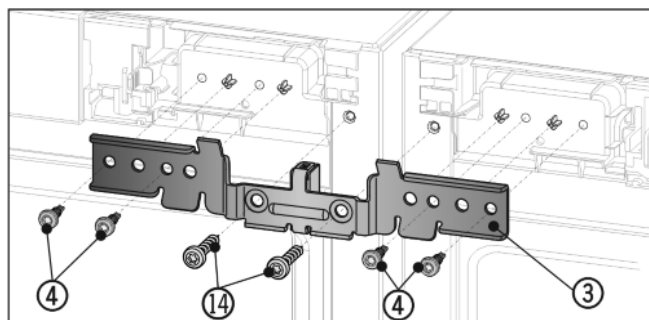

Fig. 7
- ▶ Uholník Fig. 7 (3) s dištančným dielom zasuňte medzi zariadenia a na čapy. Uholník voľne priskrutkujte striedavo vpravo a vľavo pomocou štyroch skrutiek Fig. 7 (4) a predtým vyskrutkovaných uzemňovacích skrutiek Fig. 7 (14).